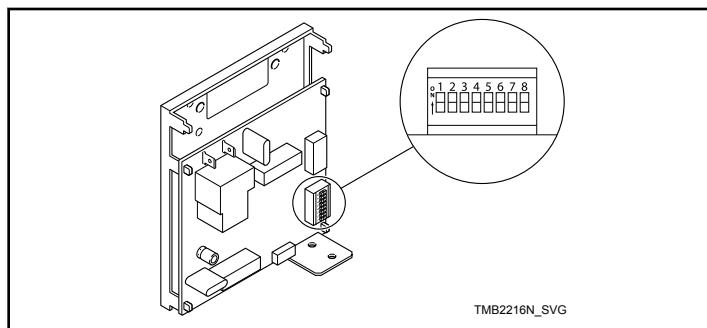

Abbildung 30
- Die Einstellungen der DIP-Schalter der Maschine notieren und dann alle Schalter auf AUS setzen. Siehe Abbildung 30 .